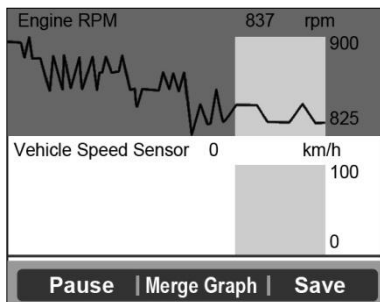

Figura 5.13
- Seleccione **Dos gráficos** para mostrar dos gráficos sobre la misma pantalla. (Figura. 5.13)
- Si aparece el "**Combinar Graph**" en el fondo, se muestra información gráfica disponible. (Figura 5.13)